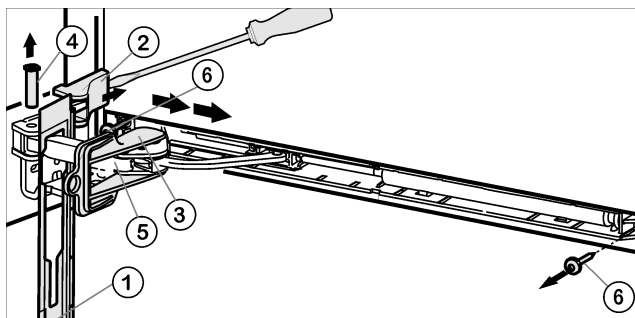

Fig. 5
- ▶ Сдвиньте накладку над амортизационной скобой Fig. 5 (5) в направлении устройства вперед.
- ▶ Зафиксируйте предохранитель Fig. 5 (3) в продольном пазе.
- ▶ Подденьте крышку Fig. 5 (2) отверткой с внешней стороны и снимите в направлении наружу.
- ▶ Выдавите палец Fig. 5 (4) снизу.
- ▶ Нажмите амортизационную скобу Fig. 5 (5) в направлении дверцы.
- ▶ Снимите накладку Fig. 5 (1).
- ▶ Открутите весь узел амортизатора закрытия дверцы (2 шт. Torx® 15) Fig. 5 (6).